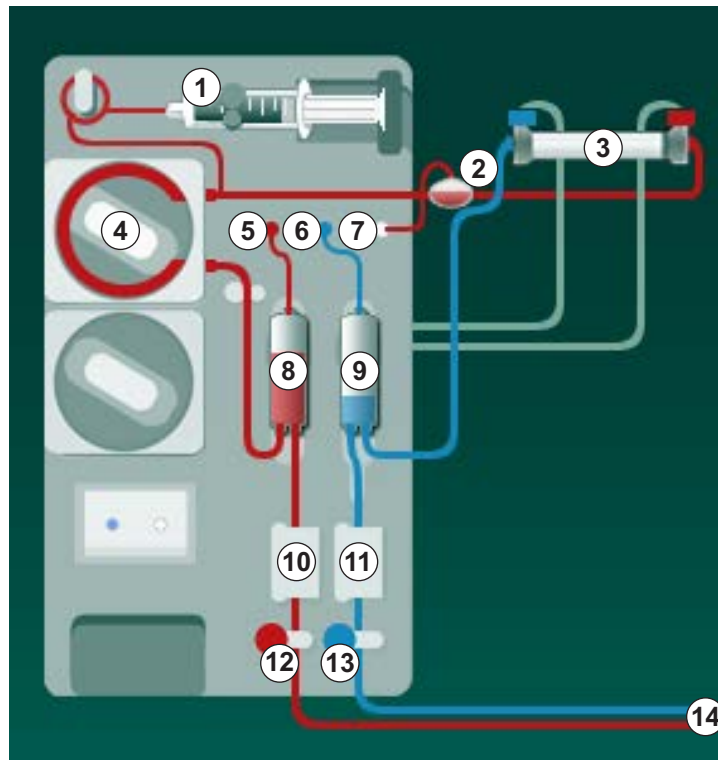

Fig. 9-3 Inserimento del sistema di linee ematiche - ago singolo cross over
1. Fissare il dializzatore (Fig. 9-3, ③) nel supporto (vedere sezione 5.6 Collegamento del dializzatore (100)).